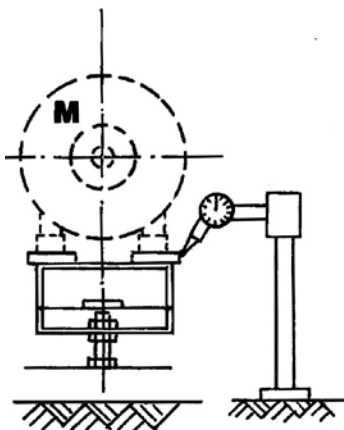

Fig. 2
4) Placez deux comparateurs solidaires, d'une quelconque façon, de la semelle (fig. 1 et fig. 2).